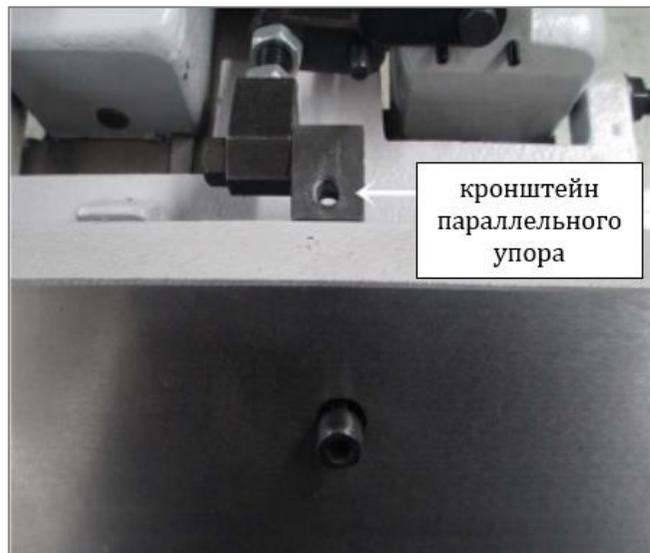

Рис. 9
1. Ослабить и вывернуть винт, расположенный на кронштейне параллельного упора (**Рис. 9**)
2. Совместить отверстие на параллельном упоре с резьбовым отверстием на кронштейне (**Рис. 9**)